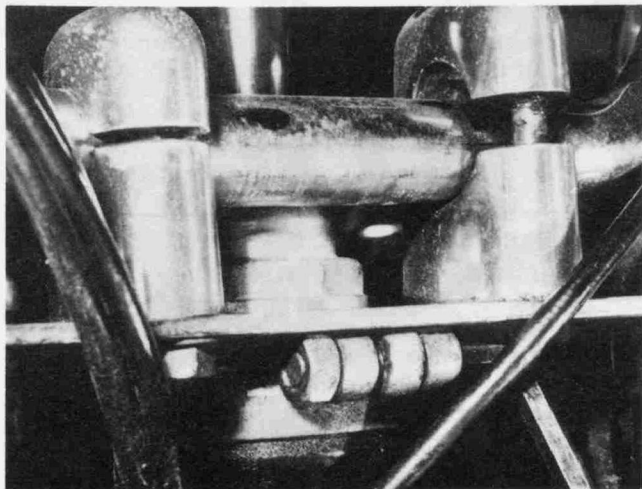

Bild 268
- Nur bei Baureihe 5 Innensechskantschraube, Mutter und Federscheibe vom Klemmring abnehmen. Zentriermutter sowie Klemmschrauben an der unteren Gabelbrücke lockern (Bild 268).